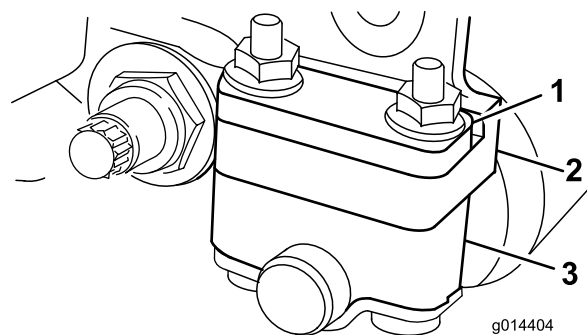
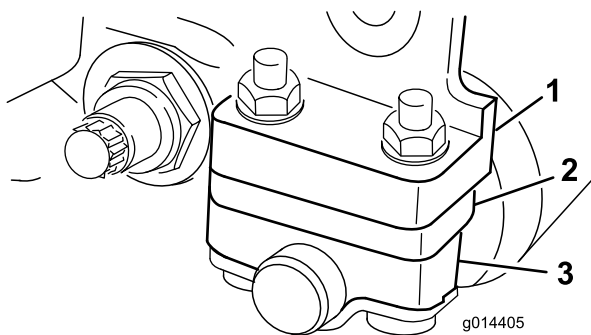

Bild 6
Bild 7
Abhängig von dem gewünschten Schnitthöhenbereich, müssen Sie die Heckrollenhalterungen (Bild 6 oder Bild 7) auf die niedrige oder hohe Stellung verstellen:
- Positionieren Sie das Distanzstück über den Montageflansch der Seitenplatte (Werkseinstellung), wenn der Schnitthöhenbereich zwischen 1,6 mm und 6,4 mm liegen soll (Bild 6).
- Positionieren Sie das Distanzstück unter den Montageflansch der Seitenplatte, wenn der Schnitthöhenbereich zwischen 3,2 mm und 25 mm liegen soll (Bild 7).
4. Legen Sie die Distanzstücke je nach Bedarf über oder unter den Rollenhalterungen auf die Schrauben (Bild 6 oder Bild 7).